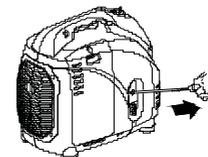

Рис. 18
**е)** Медленно потяните за ручку стартера до появления сопротивления. Верните ручку в исходное положение и затем, прочно зафиксировав генератор, быстро и сильно потяните за ручку. (при первом запуске проделать эту процедуру несколько раз, чтобы топливо попало в карбюратор (модели 2000i, 2700i, 3000i(iL)) (Рис.18).